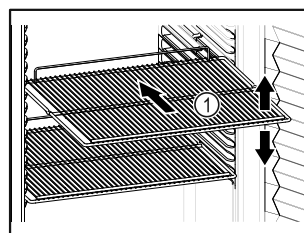

Fig. 82 Primjer izgleda
- Ako su rešetke za polaganje *Fig. 82 (1)* pomične, prilagodite ih po visini.